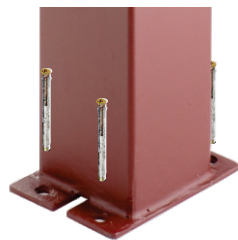

Рис. 4
- 1 Надежно закрепите металлическую стойку с помощью четырех рамных анкеров 8x72 мм 11 к бетонному основанию (рис. 4).